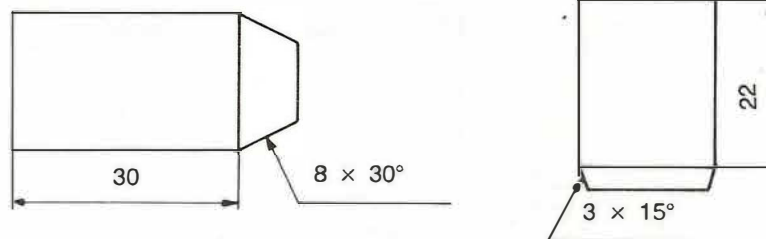

FIG. 15
- Cuando se acote partes inclinadas se dará el valor medido en la horizontal o vertical y su inclinación en grados (Fig. 15).